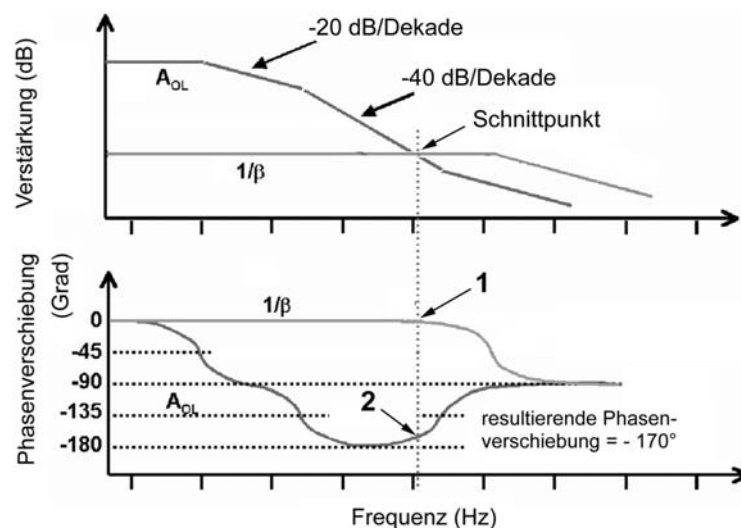
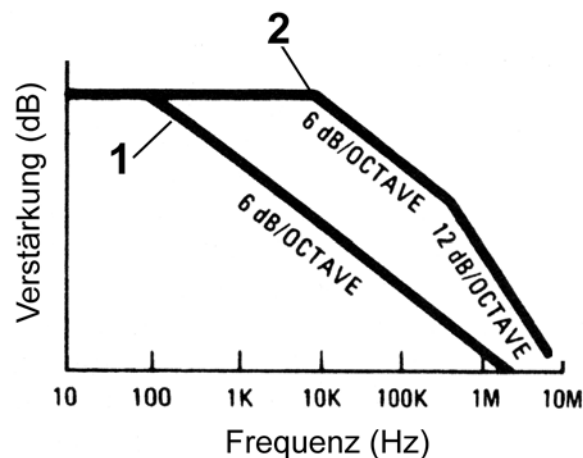
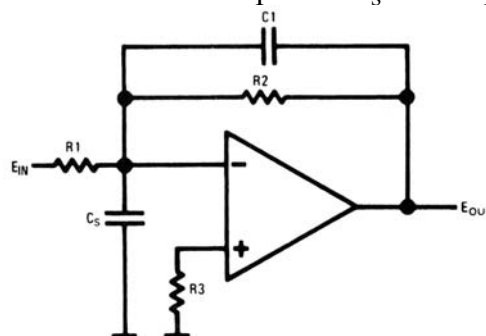

Abbildung 4.4.13 Amplituden- und Phasengang eines gegengekoppelten Verstärkers. 3. Beispiel. Diese Anordnung ist instabil = unbrauchbar (nach: Microchip)
Abbildung 4.4.14 Amplitudengänge im Vergleich (nach: National Semiconductor)
Abbildung 4.4.16 Kompensation der eingangsseitigen Streukapazität (nach: National Semiconductor)
Erklärung zu Abbildung 4.4.13:
Fällt der Amplitudengang im Bereich der Verstärkung 1 bzw. des Schnittpunktes steiler ab, wird das System hinsichtlich der Stabilität bedenklich, wenn nicht gar definitiv instabil (Abbildung 4.4.14)
Abb. 4.4.13: Der Amplitudengang des Verstärkers geht mit -40dB/Dekade durch den Schnittpunkt. Das ist zu steil (vgl. Kurve 2 in Abbildung 4.4.14). Da nützt es auch nichts, daß der Amplitudengang von $1/\beta$ konstant bleibt.
Diese Kapazitäten führen dazu, daß die Verstärkung mit wachsender Frequenz steiler abfällt. Tritt dieser Abfall auf, bevor die Verstärkung den Wert 1 (0 dB) erreicht (vgl. das Abknicken von Kurve 2 in Abbildung 4.4.14), so kann die Anordnung instabil werden. Abbildung 4.4.16 zeigt eine Möglichkeit, den Einfluß der Streukapazität C_S zu kompensieren.
Erklärung zu Abbildung 4.4.16:
- hochohmige Gegenkopplungswiderstände. Abhilfe: gemäß Abbildung 4.4.16.
- hochohmige Widerstände am nichtinvertierenden Eingang. Der differentielle Eingangswiderstand des Verstärkers nimmt bei hohen Frequenzen ab (vor allem bei bipolaren Typen), so daß der außen angeschlossen Widerstand den Frequenzgang unerwünscht beeinflussen kann (Richtwert: von etwa 10 k Ω an aufwärts). Abhilfe: mittels Bypass-Kondensator (beispielsweise in Abbildung 4.4.16 parallel zu R3).
Der Grundgedanke: die Abschwächung der Verstärkung muß geringer sein als 12 dB/Oktave = 40 dB/Dekade, wenn sich der Amplitudengang der Verstärkung 1 (0 dB) nähert. Die Frequenzgangkorrektur soll praktisch aus einem Amplitudengang ähnlich Kurve 2 in Abbildung 4.4.14 einen gemäß Kurve 1 machen.